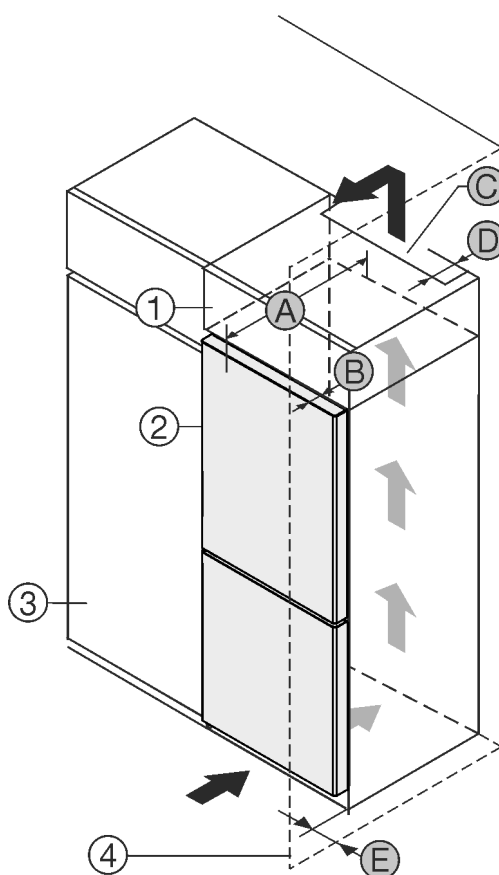

Fig. 1
A készülék közvetlenül a konyhaszekrény Fig. 1 (3) mellé állítható.*
A rátétszekrény hátoldalán egy megadott mélységű Fig. 1 (D) szellőzőaknát kell kialakítani a rátétszekrény teljes szélességében.*
A mennyezett alatt be kell tartani a szellőző keresztmet-szetet Fig. 1 (C).*
Ha a készüléket a zsanérjaival a fal Fig. 1 (4) mellé állítja fel, legalább 13 mm távolságot kell tartani a faltól.*
Ha a készüléket a zsanérjaival a fal Fig. 1 (4) mellé állítja fel, legalább 20 mm távolságot kell tartani a faltól.*
Ahhoz, hogy az ajtót teljesen ki tudja nyitni, a készüléknek a konyhaszekrény elülső oldalához képest legalább az ajtó mélységének Fig. 1 (B) megfelelően ki kell állnia. A konyhaszekrények Fig. 1 (3) mélységétől és a fali távtartók használatától függően a készülék nagyobb mértékben is túllóghat előre felé.*